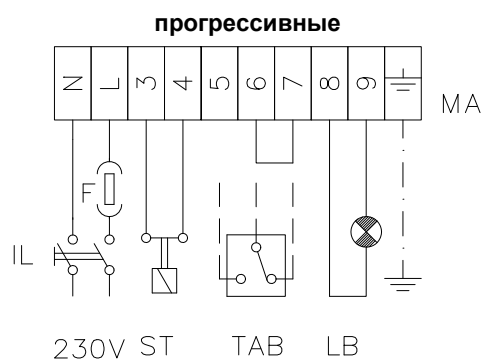
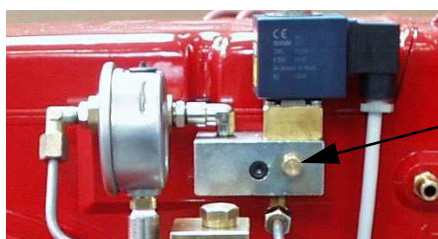

Рис. 10
Рис. 14 - Распределительный блок дизтоплива (PG60)
- 9 Давление питания форсунки уже отрегулировано заранее на заводе-изготовителе и не должно изменяться. Только в случае необходимости, отрегулировать давление питания (см. соответствующий параграф) следующим образом: установить манометр в положение, указанное на Рис. 14, воздействовать на регулировочный винт **VR** насоса (см. Рис. 13) до получения на форсунке давления в 20 бар (форсунки Bergonzo - см. график на Рис. 10);
- 16 Сместить **кулачок III** (малое пламя) в сторону минимальной мощности, с тем, чтобы сервопривод начал закрываться, до тех пор, пока два подшипника не совместятся с регулировочным винтом, относящимся к самой низкой точке: закручивать винт **V** для увеличения расхода, откручивать - для уменьшения, с целью получения значения давления, как на графике на Рис. 10, на основании требуемого расхода.